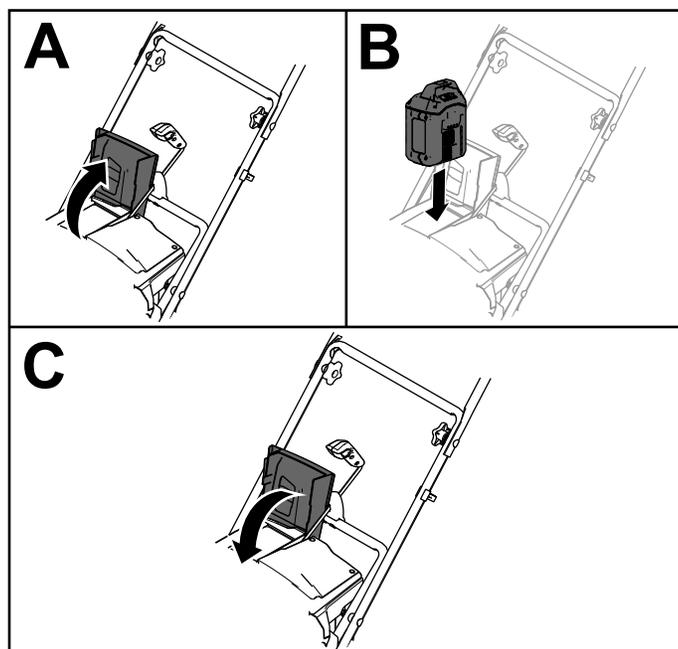

Рисунок 10
2. Поднимите крышку аккумуляторного отсека (вид А на Рисунок 10).
3. Совместите выемку в аккумуляторной батарее с выступом на машине и установите аккумуляторную батарею в отсек, зафиксировав на месте (вид В на Рисунок 10).
4. Закройте крышку аккумуляторного отсека (вид С на Рисунок 10).